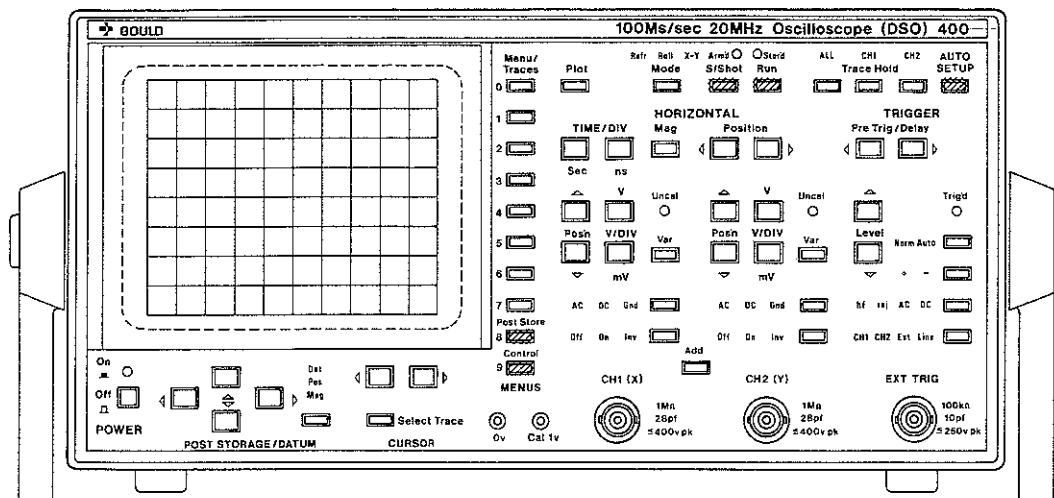

Abbildung 1.2a Tasten mit nur einer Funktion
Art hat normalerweise nur eine Funktion. Wenn die Taste gedrückt wird, wird diese Funktion ausgeführt, z.B. **AUTO SETUP** (24). Abbildung 1.2a.